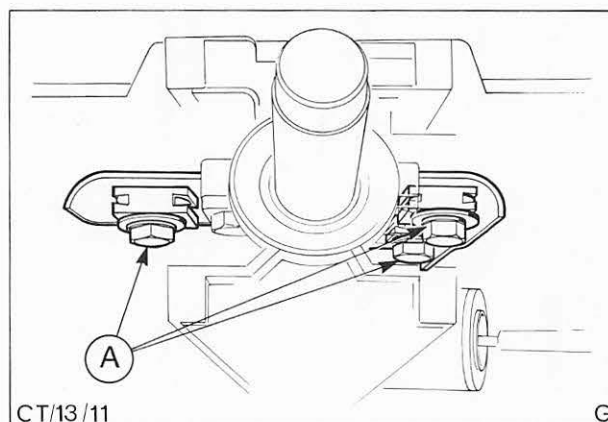

Abb. 5 Ausbau der Lenksäule
8. Befestigungsschrauben (3) der Lenksäule an Instrumententafel und Pedalträger herausdrehen. Abb. 5.